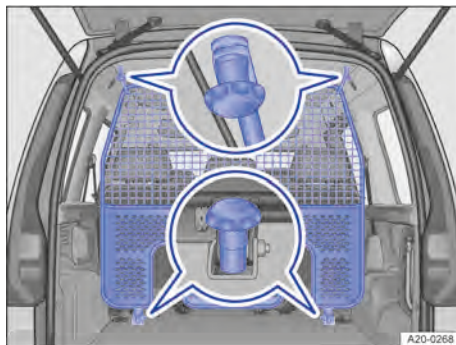

Fig. 154 Dans le coffre à bagages : cloison derrière la deuxième rangée de sièges
3. Vissez fermement la cloison réglable aux points de fixation arrière intégrés au pavillon → fig. 154.
4. Vissez fermement la cloison réglable aux points d'ancrage inférieurs → fig. 154.
3. Vissez fermement la cloison réglable aux points de fixation avant intégrés au pavillon → fig. 154.
1. Dévissez la cloison réglable aux points d'ancrage inférieurs → fig. 154.
2. Dévissez la cloison réglable de ses logements sur le pavillon → fig. 154.